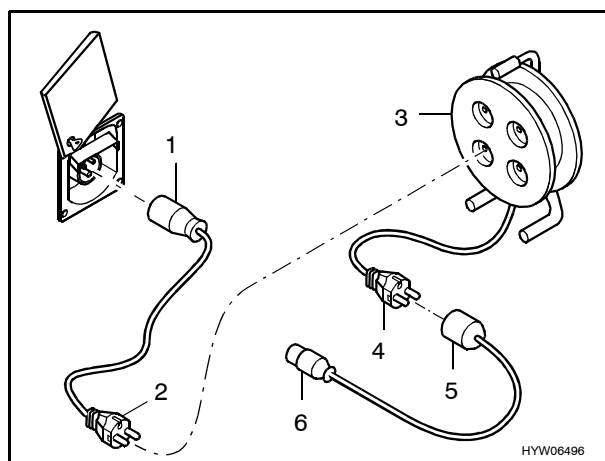

Fig. 61 Possibilità di collegamento per il collegamento a 230 V
- Ribaltare in alto la copertura (Fig. 61).
Giunto di collegamento CEE 17 con contatto di terra (Fig. 61,1) – spina con contatto di terra (Fig. 61,2).
Preso con contatto di terra (Fig. 61,3) – spina con contatto di terra (Fig. 61,4).
Giunto di collegamento con contatto di terra (Fig. 61,5) – spina CEE 17 con contatto di terra (Fig. 61,6).